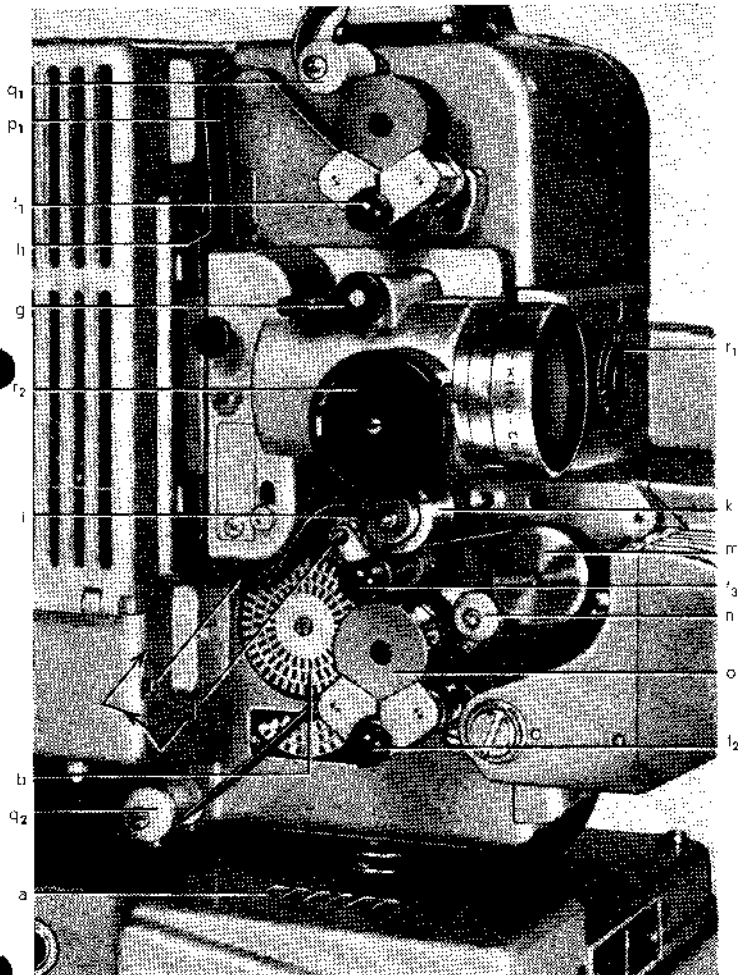

Bild 21 Filmführung
Die Filmgeschwindigkeit wird mit Knopf c (Bild 15) unter Beachtung der durch das Pilotlicht a (Bild 21) erhaltenen Stroboskopscheibe b eingeregelt. Das Pilotlicht wird mit Schalter k (Bild 15) betätigt. Von den drei mit den Bildzahlen/sec. 16-20-24 gekennzeichneten und in Schwarz-Weiß-Felder aufgeteilten Ringen muß der jeweils der gewünschten Filmgeschwindigkeit entsprechende Ring bei richtiger Einstellung einen stillstehenden Eindruck machen. Ein Wandern dieses Ringes nach links oder rechts ist durch entgegengesetztes Drehen des Knopfes c (Bild 15) auszugleichen. Die hier beschriebene Methode ist nur bei Wechselstrom möglich*. Nach diesen Einstellungen Projektor wieder auf »Aus« schalten.
1. Andruckrollenhalter durch Druck auf Auslöseknöpfe f_1 und f_2 (Bild 21) öffnen.
Auf Bildung einer Filmschleife p_1 (Bild 21 und 22) achten!
7. Das aus dem Filmkanal kommende Filmenteil p_2 (Bild 21 u. 22) zwischen Bremsrolle k und Gummirolle i um Schwungbahn m herum über Pendelrolle n und unterhalb der Zahntrommel o legen.